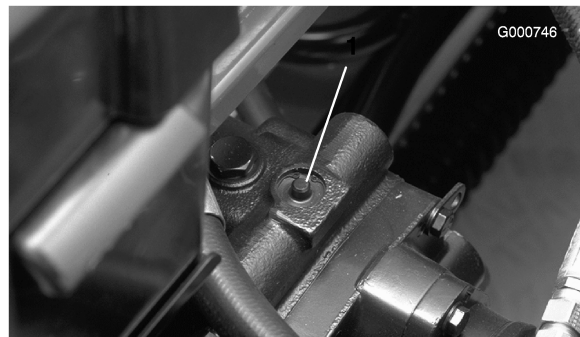

図 25
1. バイパス・バルブは可変吐出ポンプ (図 25) の上部に取り付けられている。バルブを右または左に90°回転させると内部でバイパスが形成される。これにより、トランスミッションを破損することなく機械を押して移動できるようになる。